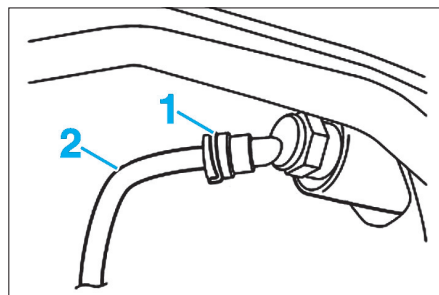

Fig. 3
- Déposer la goupille (1) (Fig.3).
- Désaccoupler la durit (2).